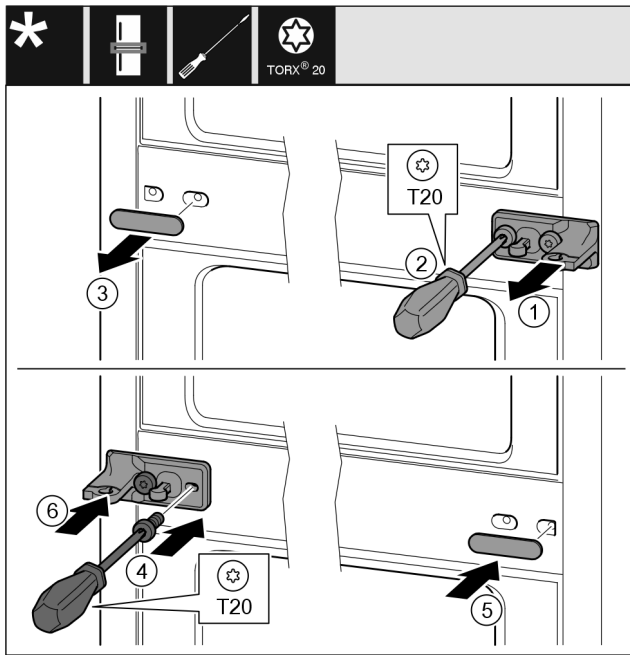

Fig. 11
- ▶ Enlever la rondelle. Fig. 11 (1)
- ▶ Desserrer les vis avec le tournevis T20. Fig. 11 (2)
- ▶ Enlever délicatement le cache. Fig. 11 (3)
- ▶ Visser fermement le support de palier avec film tourné de 180° de l'autre côté. Fig. 11 (4)
- ▶ Poser le cache tourné de 180° de l'autre côté. Fig. 11 (5)
- ▶ Enfiler la rondelle par devant. Fig. 11 (6)